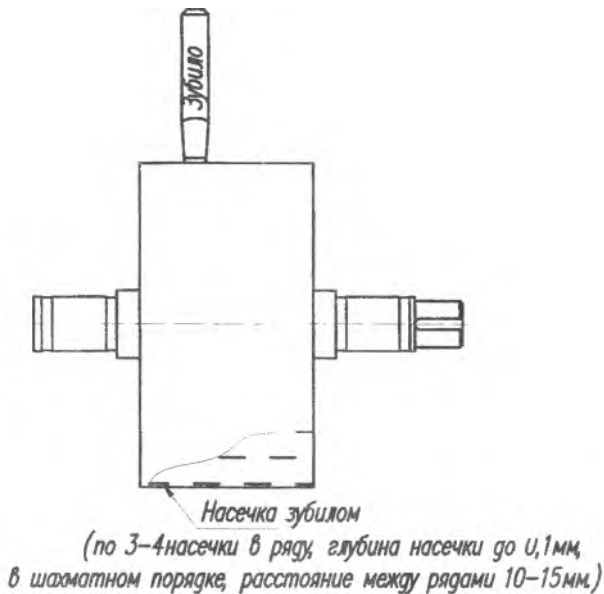

Рис.3. Нанесение насечки на вальцах
- с помощью зубила и молотка, легкими ударами нанести насечку на вальцы (рис. 3)